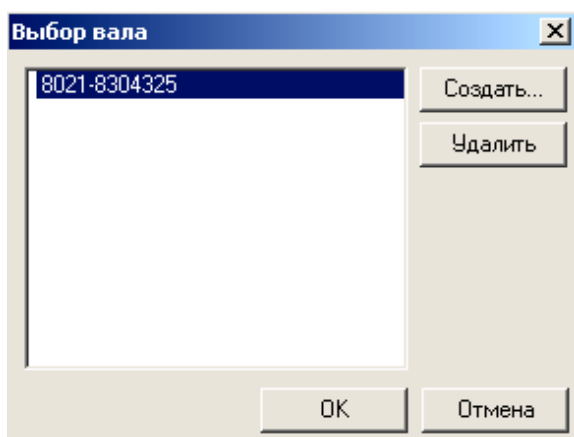

Рисунок 7.40
При проектировании тел вращения в контексте сборки после выполнения команды **Проектирование вала** система дает возможность создать новый вал, или выбрать существующий вал для его редактирования (см. Рисунок 7.40).
Выбирать тип проектирования необходимо в диалоговом окне «Выбор вала» (см. Рисунок 7.40):
- для редактирования существующего вала укажите курсором в диалоговом окне требуемую запись и нажмите кнопку **ОК** (см. Рисунок 7.40).